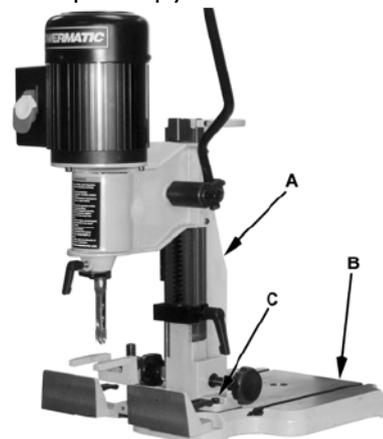

Рис. 11
Удалите четыре внутренних шестигранных болта (C, Рис. 11) с цоколя станка (A) и опять установите вертикальную стойку с поворотом на 180°.